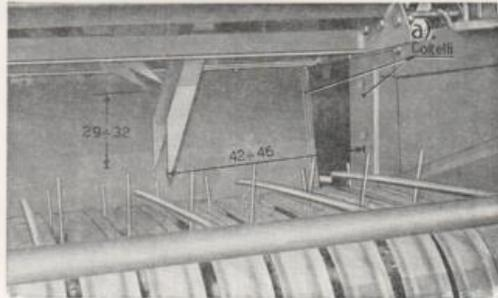

Fig. 14
- Amener les pointes de la fourche gauche à la distance de 42-46 cm., du couteau du piston, (fig. 14), assembler et bloquer le cardan sur son arbre cannelé (voir fig. 7);
- Mettre les pointes de la fourche droite à une hauteur de cm. 29-32 de la base du plan de charge (voir fig. 14) et assembler le chaîne « H » (fig. 7).
Les couteaux hache-fourrage, fig. 14, doivent toujours être bien tranchant, pour éviter un effort inutile à la presse et entre eux doit exister un espace d'à peu près 0,8 - 1 mm.